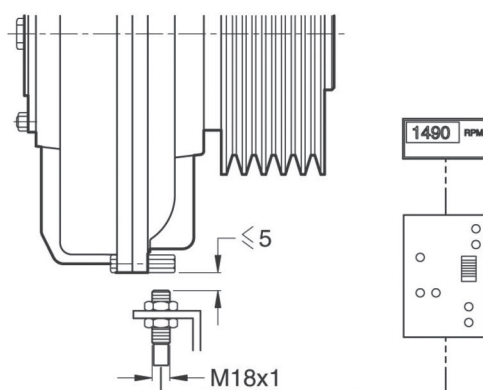

Abb. 10
5.2 Reaktivierung des Schaltstifts (Abb. 10)